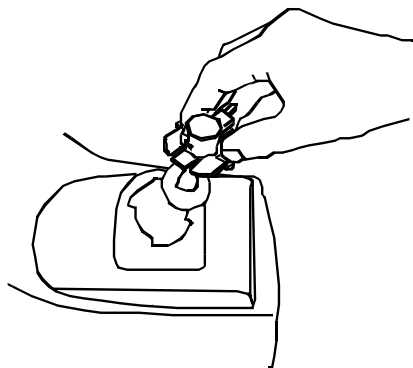

Figura 4-7
3. Gire la boquilla conectora aproximadamente un 1/4 de vuelta para alinear lengüeta con la muesca de la caja del reflector; luego retire el foco y la boquilla conectora de la caja del reflector. Consulte la Figura 4-7.